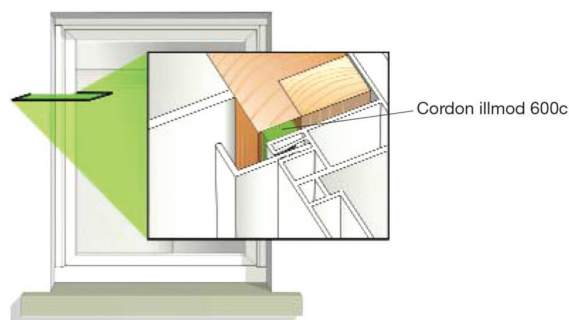

Figura 3
- El cordón debe aplicarse sobre una zona plana, situada hacia el exterior, controlando que se pueda seguir accediendo al sistema de activación por el exterior (figura 3).